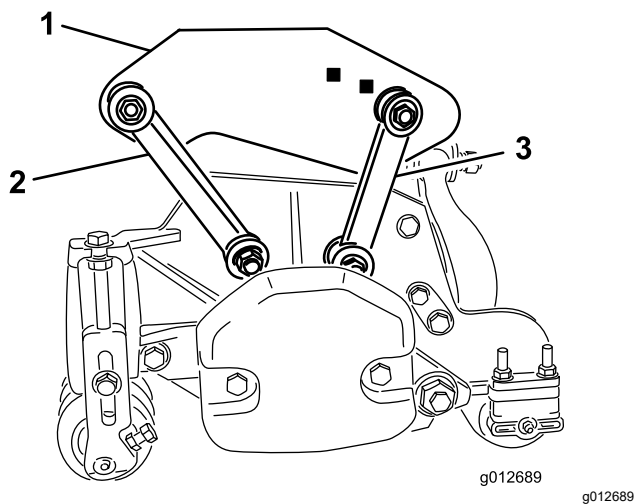

図 19
- 前取り付けリンクをキャリアフレームの穴に固定する ボルト $\frac{3}{8}$ x 2 $\frac{1}{4}$ " 1本、平ワッシャ2枚、ロックナット1個を使用して図 19のように取り付ける。取り付ける時にリンクの両側にワッシャを入れる。締め具を 42N・m8.3kg.m = 31ft-lbにトルク締めする。
- 後取り付けリンクを後部のキャリアフレームに固定する ボルト $\frac{3}{8}$ x 2 $\frac{1}{4}$ " 1本、平ワッシャ2枚、ロックナット1個を使用して図 19のように取り付ける。取り付ける時にリンクの両側にワッシャを入れる。締め具を 42N・m8.3kg.m = 31ft-lbにトルク締めする。